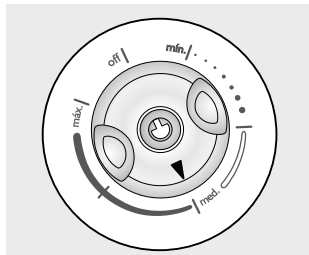

Figura 36
- Deje la perilla en la posición que viene de fábrica (posición med). MEDIA (Figura 36).